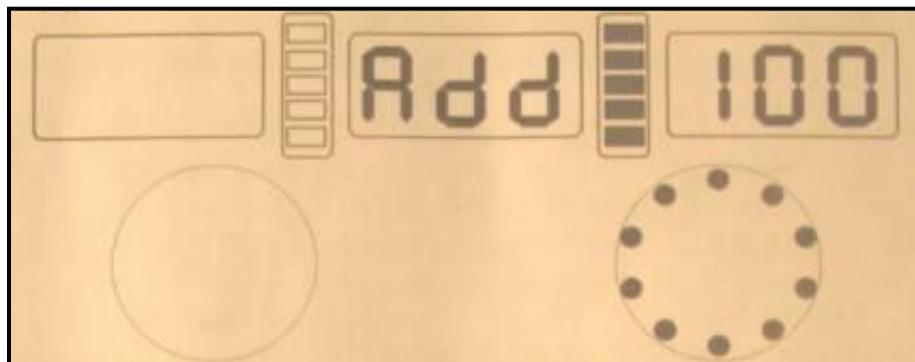

Рис. 9-2
9.3 После остановки шпинделя станка, см. рис. 9-2 (поднять защитный кожух), установить груз весом 100 грамм на правую закраину обода колеса в любом месте (опустить защитный кожух). Нажать кнопку START, перейти на следующий этап (нажать кнопку STOP или C, чтобы выйти из указанного режима).